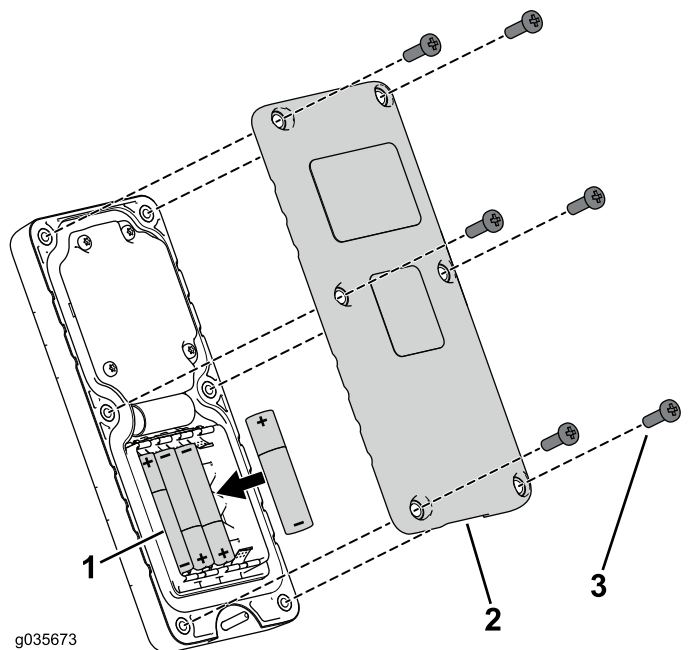

図 32
1. リモートの裏側にあるねじ6本を外してカバーを取る(図 32)。
5. カバーを元通りに取り付け、先に取り外したねじ6本を使って固定し(図 32)、各ねじを $1.5\sim 1.7\text{N}\cdot\text{m}$ $0.15\sim 0.17\text{ kg}\cdot\text{m} = 13\sim 15\text{ in}\cdot\text{lb}$ にトルク締めする。